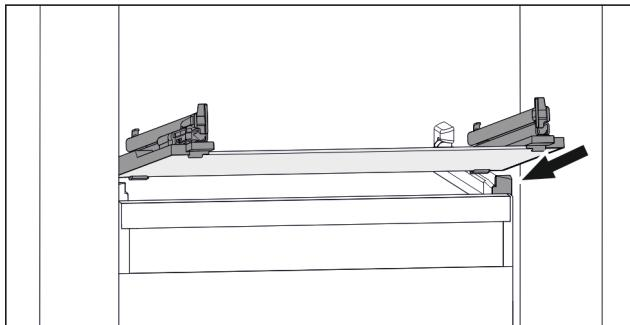

Fig. 154 Приближене відображення скляної пластини
- Встановити скляну пластину за стопорами навколо. (див. Fig. 154)